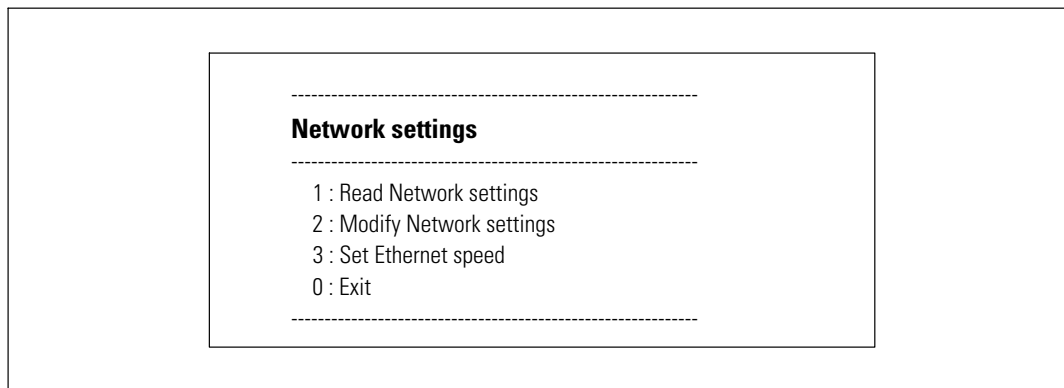

图 9. 网络设置菜单
- 1 从主菜单中，键入 **2** 并按下 **Enter**。网络设置菜单显示（参见图 9）。